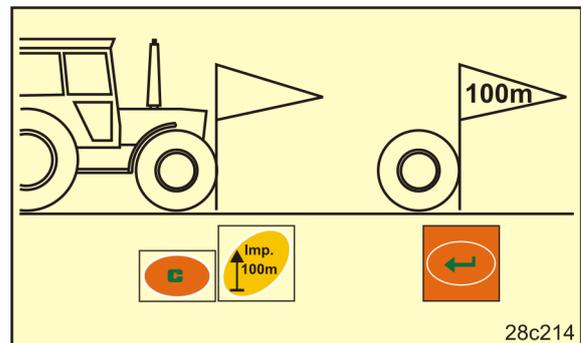

Fig. 19
2. Schlepper in Startposition (Fig. 19) und Sämaschine in Arbeitsstellung bringen (Saatgutdosierung evtl. unterbrechen).